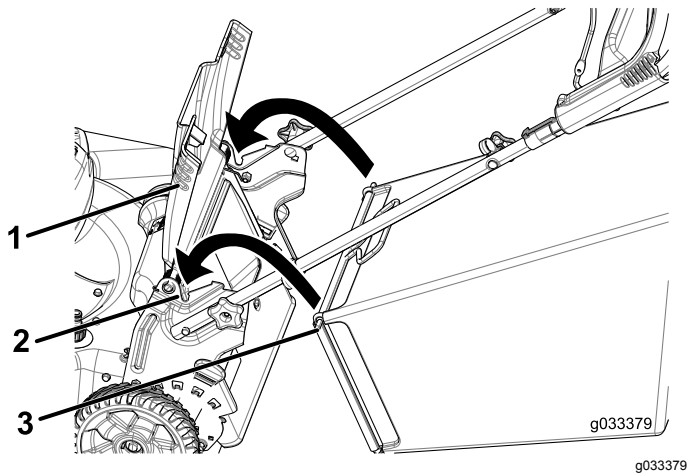

Bild 22
1. Heben Sie das hintere Ablenkblech an und halten Sie es hoch (Bild 22).
2. Setzen Sie den Grasfangkorb ein, stellen Sie sicher, dass die Stifte am Fangkorb in den Kerben am Holm sind (Bild 22).